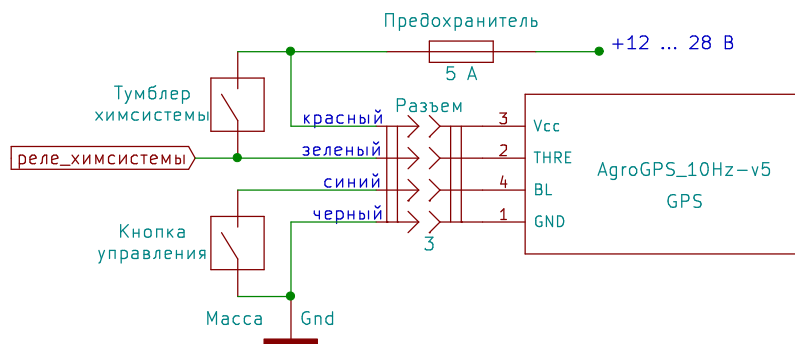

Рис. 1: Подключение к реле химсистемы
1. С использованием постоянного напряжения от реле химсистемы для включения заливки, см. Рис. 1. Заливка трека на навигаторе включается по наличию напряжения на зеленом проводе.